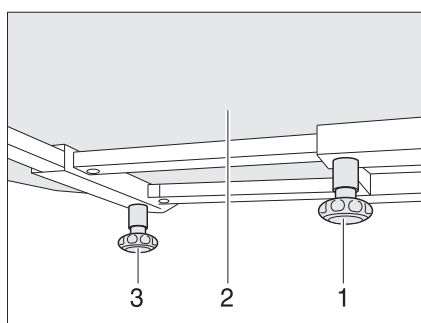

Fig. 78 Mesa fija
- Aflojar el tornillo moleteado (Fig. 78,1).
- Desplazar a la posición deseada el tablero de la mesa (Fig. 78,2).
- Aflojar el tornillo moleteado (Fig. 78,3).